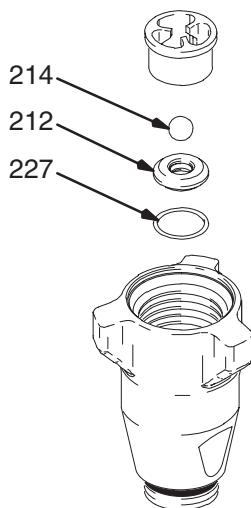

Fig. 19
Fig. 19. Sett sammen inntaksventilen med den nye o-ringen (227), setet (212) og kulen (214). Setet kan vendes og brukes på den andre siden. Rengjør setet omhyggelig.